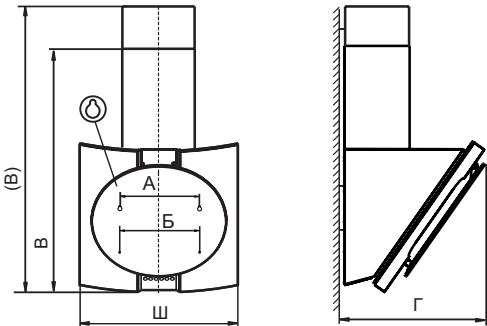

рис. 2
- вверните два самонарезающих винта 6х50 мм (размер «А», рис. 2);
- навесьте зонт через отверстия типа «замочная скважина» и дополнительно закрепите его двумя самонарезающими винтами 6х50 мм (размер Б, рис. 2);
6.1 Установка вытяжного зонта (рис.2):